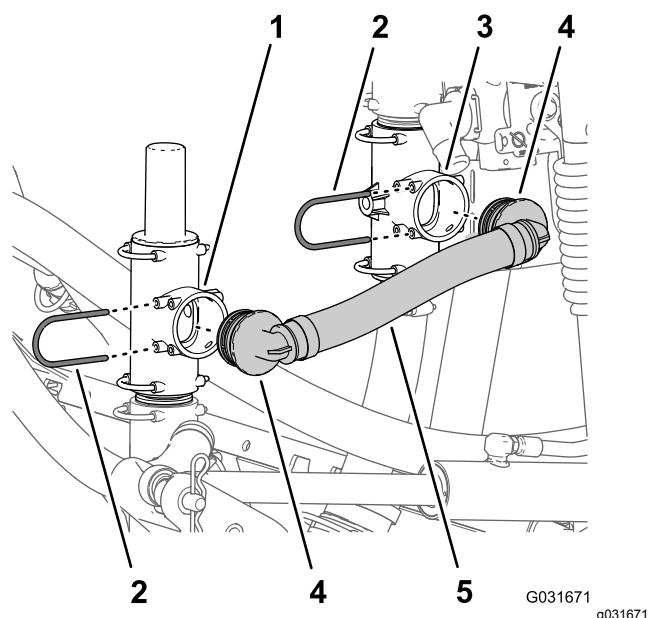

Figura 224
1. Allineate il raccordo a 90° del gruppo del flessibile di sfiato della pressione (N. cat. Toro 131-9647) con il foro aperto della valvola di sfiato della pressione e inserite il raccordo a 90° fino a quando non è in sede nel raccordo a T (Figura 224).
2. Fissate il raccordo a 90° alla valvola di sfiato della pressione con il fermo (Figura 224) che avete rimosso al passaggio 1 di Montaggio dell'avvolgitubo orientabile sul supporto del collettore (pagina 88).
3. Allineate l'altro raccordo a 90° del gruppo del flessibile di sfiato della pressione (N. cat. Toro 131-9647) con il foro aperto del raccordo a T inferiore e inserite il raccordo a 90° fino a quando non è in sede nel raccordo a T (Figura 224).
4. Fissate il raccordo a 90° al raccordo a T superiore con il fermo (Figura 224) che avete rimosso al passaggio 2 di Montaggio dell'avvolgitubo orientabile sul supporto del collettore (pagina 88).
5. Fissate il raccordo dentellato diritto alla valvola di intercettazione del fluido (Figura 224) con un fermo (N. cat. Toro 131-0235).